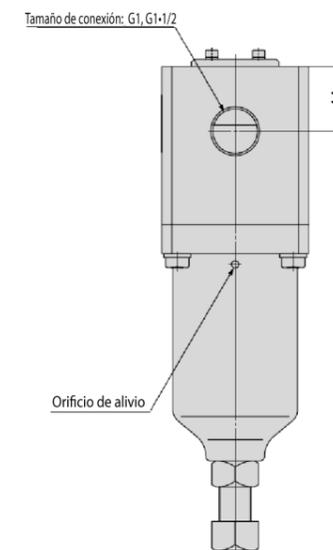

Figura 3
- Se evacuará el aire por las conexiones de alivio/ventilación cuando la presión en la conexión "OUT" sea superior a la presión de regulación. Asegúrese de que el chorro de aire, el volumen de aire y el ruido no supongan un riesgo. Véase la Figura 3.